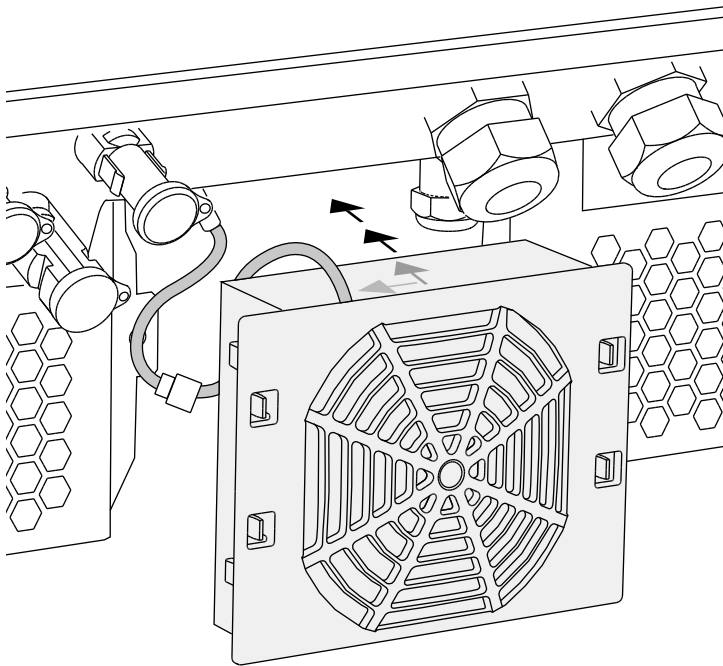

Fig. 66: Installazione ventola
- La ventola sia montata correttamente nel telaio (direzione del flusso d'aria).  **Fig. 66**